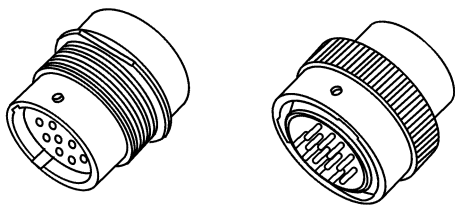

图6-72 新插头
(2) 插头更换
① 从插头后部拆卸2个卡箍螺栓, 逆时针方向转动插头座圈, 使两片分开。
② 使用表6-1介绍的专用工具, 从插头中拆下触针。
③ 将工具插入插头约25mm, 直到碰到端子的凸缘。
④ 用工具夹住端子凸缘, 从插头中拉出导线和连接触针。应记录下触针拆下时所在的针孔。
⑤ 新插头如图6-72所示。安装新插头前应进行测试, 以确定插头正确锁定。
⑥ 将触针插入插头正确的孔中, 触针应卡到位并将导线固定在插头内, 轻拉导线以确定导线已在插头中插好。
⑦ 安装卡箍, 并拧紧两个螺栓, 拧紧力矩为 $1\text{N} \cdot \text{m}$ 。